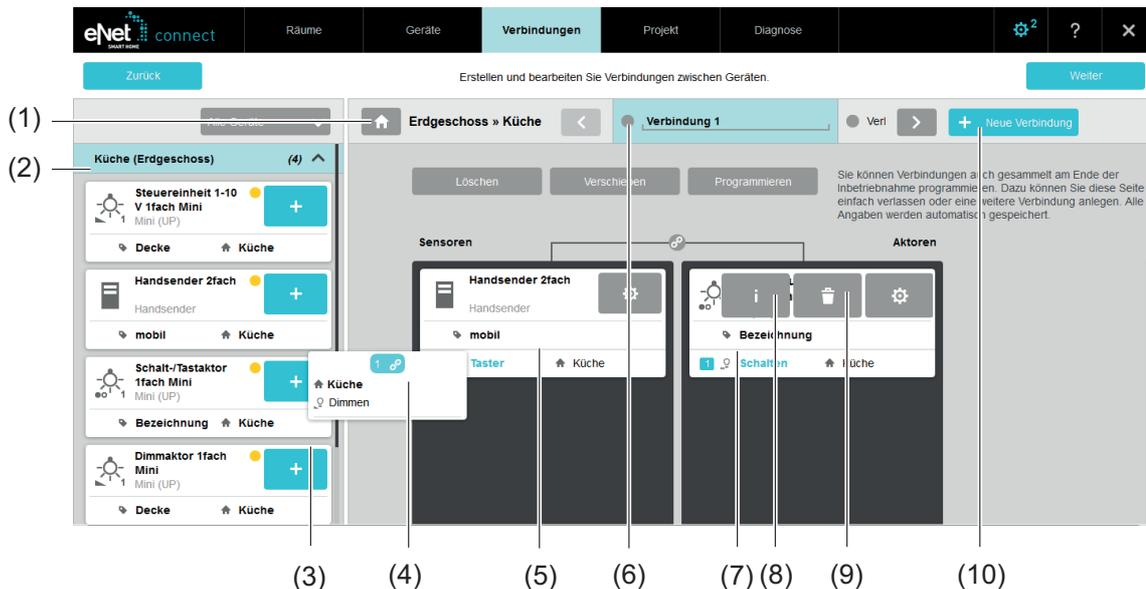

Bild 15: Sicht Verbindungen
In der Sicht **Verbindungen** werden Aktor- und Sensorkanäle miteinander verbunden (Bild 15). Eine Verbindung zwischen Geräten bewirkt eine besonders ausfallsichere direkte Sensor-Aktor-Verknüpfung, deren Konfiguration dem Fachhandwerker in der Inbetriebnahme vorbehalten ist. Verbindungen setzen für ihre Verwendung keinen eNet Server voraus und lassen sich selbst bei einer Störung des eNet Servers weiterhin uneingeschränkt nutzen. Verbindungen werden in der **eNet SMART HOME app** weder visualisiert, noch sind diese über die App änderbar. Sensorkanäle, die in einer Verbindung verwendet werden, stehen in der App ebenfalls (z. B. für Wenn-Dann-Regeln) nicht zur Verfügung. Dies ist darin begründet, dass die durch den Fachhandwerker ausgeführte Grundinstallation der eNet Anlage gegen Fremdeingriffe abgesichert sein soll.
Eine Verbindung kann folgende Zustände haben (Bild 15) (5):